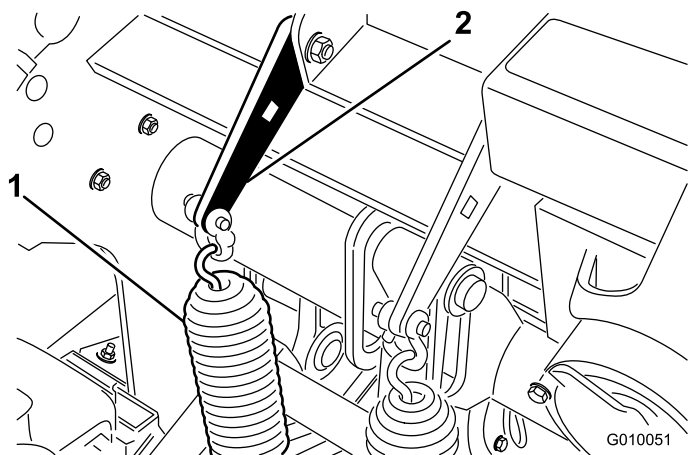

Figura 37
1. Allentate i dadi dei bulloni a testa tonda che fissano le foglie delle molle a balestra alla testa di carotaggio (Figura 37). Non toglierli.